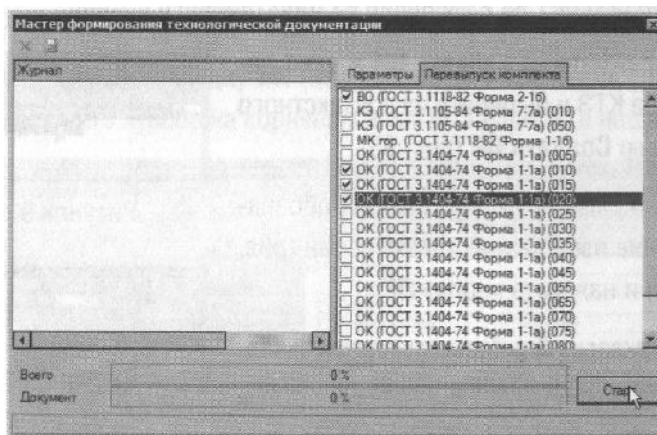

Рисунок 96
15. Перейдите на вкладку **Комплект карт** и нажмите кнопку **Формировать...** В открывшемся окне **Мастера формирования технологической документации** установите галочки напротив документов, требующих пере выпуска. В нашем случае это *ОК (ГОСТ 3.1404-86 форма 3-2а)* для операций 010, 015 и 020 (рис. 96) и нажмите кнопку **Старт**.